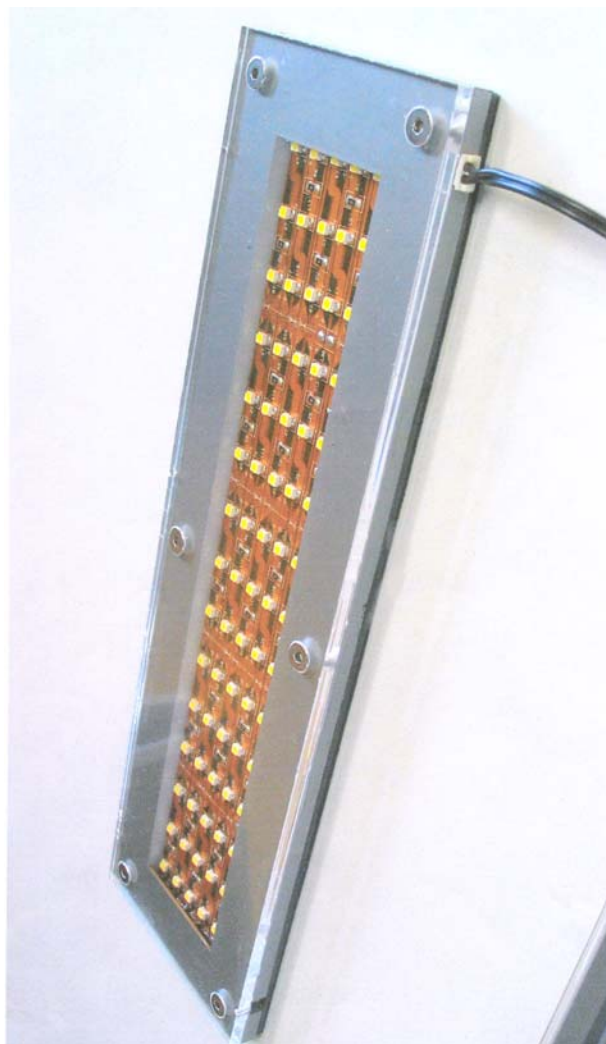

fig. 2
Przedmiot wzoru przemysłowego jest uwidoczniony na załączonym rysunku, na którym fig. 1 przedstawia płaską listwę oświetleniową LED w rzucie aksonometrycznym, a fig. 2 przedstawia płaską listwę oświetleniową LED w widoku z góry.
1. Listwa oświetleniowa LED jest płaska i podłużna, jak uwidoczniono na fig. 1 i fig. 2 rysunku.
2. Płaska listwa oświetleniowa ma budowę warstwową, rama z metalu wraz ze źródłem światła przykryta jest przezroczystą obudową, jak uwidoczniono na fig. 1 i fig. 2 rysunku.
3. Wewnątrz płaskiej listwy oświetleniowej znajdują się paski z diodami LED, jak uwidoczniono na fig. 1 i fig. 2 rysunku.